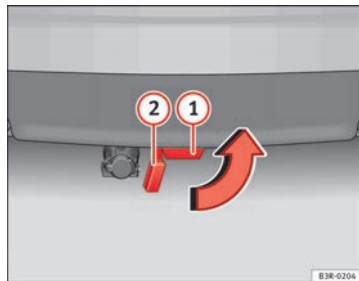

Fig. 160 Parachoques trasero: colocar el tapón
- Extraiga la rótula del tubo de enclavamiento tirando de ella hacia abajo (1) ⇒ fig. 160. Al hacerlo, la chapaleta de cierre que hay en el tubo de enclavamiento (2) lo cerrará automáticamente.